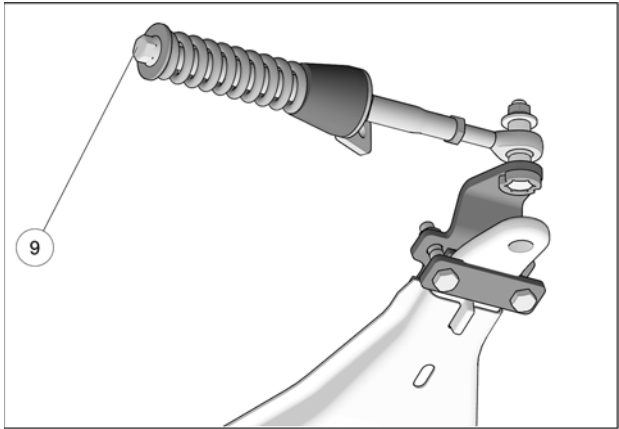

Fig. 20
15. Vérifier que le boulon du ressort (6) est serré au couple recommandé : 75 N•m [55 lb•pi]. Fig. 20